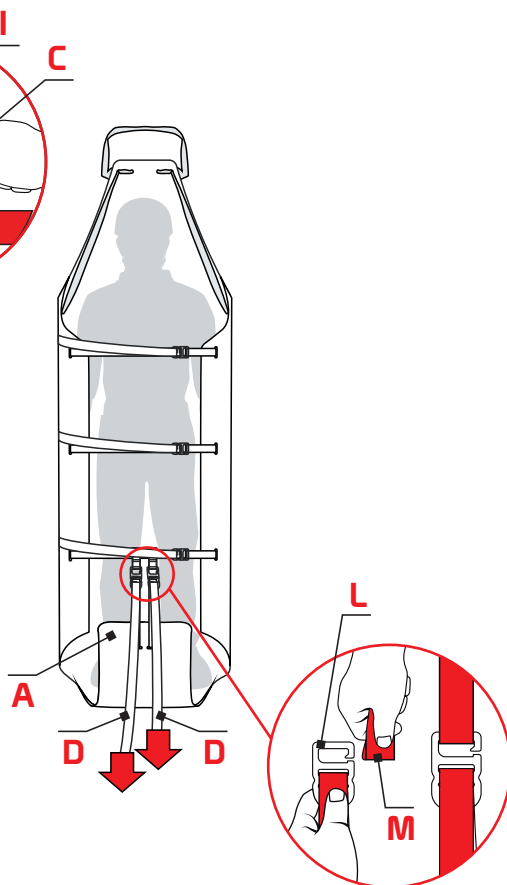

Fig.16
- inserire le fibbie con gancio (L) nelle corrispondenti fettucce con asola (M) e tensionare le fettucce (D) per sollevare la parte terminale del piano di appoggio (A) di quanto necessario a contenere i piedi del paziente (fig. 16),